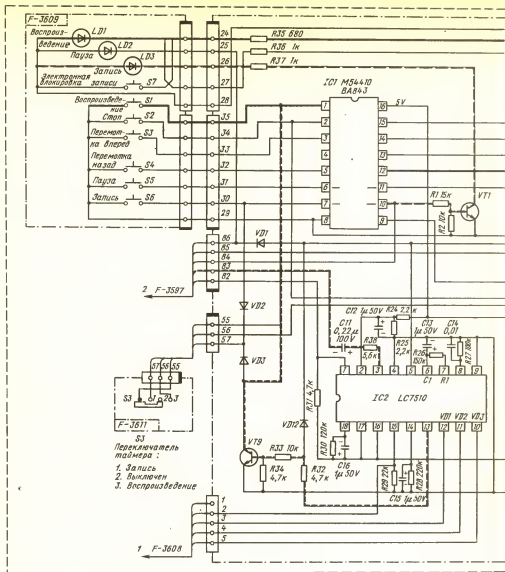
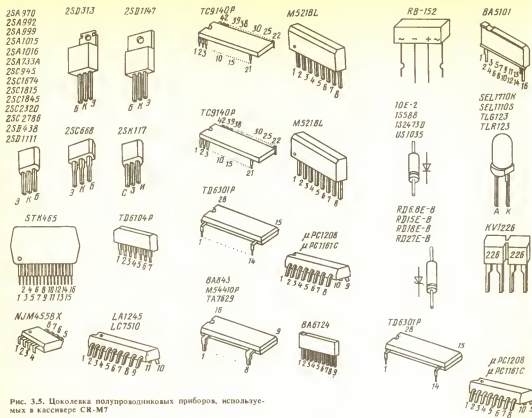
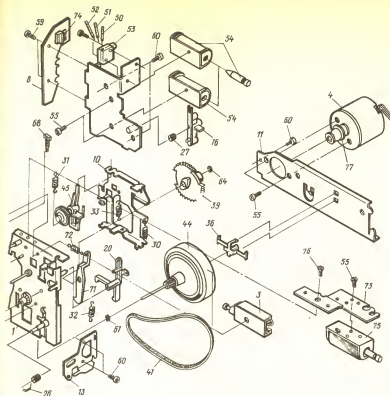
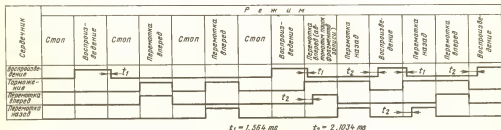

Рис. 3.4. Принципиальная электрическая схема блока управления кассетера CR-M7
Рис. 3.5. Цоколевка полупроводниковых приборов, используемых в каскаде CR-M7
Рис. 3.9. Вид сверху и назначение выводов микросхемы M54410P (BA 843):
Рис. 3.10. Временная диаграмма переключений режимов работы магнитофонной пилы
Электрическая принципиальная схема блока тюнера показана на рис. 3.2, блока УЗЧ — на рис. 3.3, блока управления — на рис. 3.4. Цоколевка полупроводниковых приборов, использованных в устройствах, приведена на рис. 3.5.
Рассмотрим функциональную операционную логическую микросхему M54410P (рис. 3.9). Для работы во всех режимах на входные выводы микросхемы подается напряжение низкого уровня, при этом с каждого заданного вывода непосредственно снимается напряжение высокого уровня. В режиме «Стоп» на всех выходах микросхемы при включении питания устанавливаются на напряжение низкого уровня.
Работа логических схем управления объясняется в табл. 3.1 (см. рис. 3.9, рис. 3.3, рис. 3.4).
Работа логического управления в режиме «Запись». В режиме «Запись», когда переключатель предотвращения стирания находится во включенном состоянии, на вывод 9 микросхемы IC1 (см. рис. 3.4) будет напряжение высокого уровня, в результате чего возможна запись.
**Работа логического управления в режиме «Перемотка».** В режиме «Перемотка» вперед на выводе 14 микросхемы IC1 (см. рис. 3.4) будет напряжение высокого уровня для включения транзистора VQ13. Сердечник тормоза возбуждается, отпускается тормоз. В то же время на выводе 15 должно быть напряжение высокого уровня для включения транзистора VQ10 и возбуждения сердечника перемотки вперед.
При нажатии на один из переключателей (с первого по третий) автоматического поиска фрагментов записи музыкальной программы, когда переключатель селектора входов установлен в положение «Магнитофон», выходной сигнал с одного из выводов D1, D2, D3 (выводы 12, 11, 10), соответствующий нажато переключателю (1, 2, или 3), подается на вывод 15 микросхемы IC2 (см. рис. 3.4) для запоминания номера фрагмента записи выбранной музыкальной программы.
отключается. В то же время на выводе 14 и выводе 15 или выводе 13 напряжение низкого уровня переключится на высокое и начинается работа в режиме «Перемотка вперед или назад». В этом случае при легком соприкосновении головки записи/воспроизведения с лентой обнаруженные сигналы подаются на вывод 3 микросхемы IC2 (рис. 3.4) через ограничитель, выполненный на транзисторе WQ14 (см. рис. 3.3).
Если в режиме «Воспроизведение» сигнал отсутствует более 3 с, происходит отсчет номера фрагмента записи музыкальной программы. Когда номер фрагмента записи музыкальной программы, находящийся в памяти, достигнет нуля, выход R0 (вывод 13) микросхемы IC2 переключается с напряжения низкого уровня на высокий в течение интервала времени, определяемого постоянной времени цепи, состоящей из резистора R28 и конденсатора C15 (см. рис. 3.4). Поэтому транзистор WQ9 включается, и таким образом на выводе 1 микросхемы IC1 будет напряжение низкого уровня. Время срабатывания каждого сердечника указано на рис. 3.10.
Выбор музыкальной программы осуществляется, когда на вывод 5 микросхемы IC2 (рис. 3.4) (LC7510) подается напряжение высокого уровня, а на выводе 14 микросхемы IC1 в режиме «Перемотки вперед или назад» имеется напряжение высокого уровня.
Рассмотрим вывод CR2. Когда уровень звукового сигнала, поступающего с вывода SIG, опускается ниже уровня, определяемого компаратором, конденсатор C16 разряжается через резистор R30 (рис. 3.4) и напряжение на выводе CR2 возрастает.
поступает на вывод SIG и превышает уровень компаратора, транзистор, подключенный к выводу R1, будет открыт. Поэтому конденсатор C13 заряжается через резистор R26 (рис. 3.4). Если напряжение зарядки превышает уровень компаратора на выводе б микросхемы, выход триггера